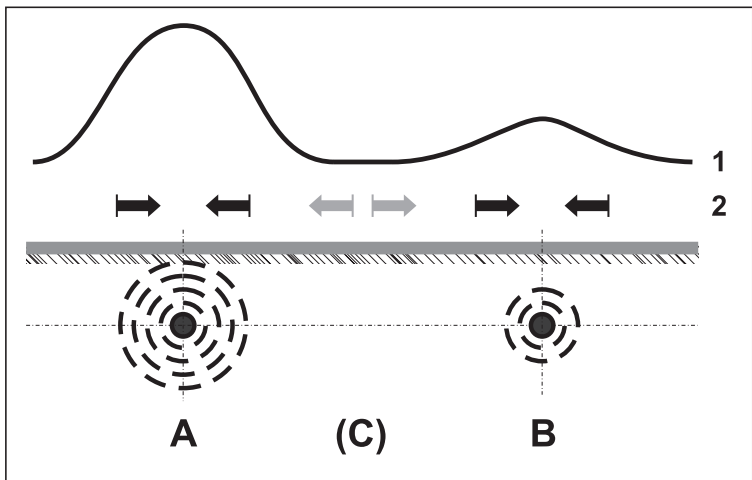

Abb. 28: Ortungssituation bei nebeneinanderliegenden Leitungen
Abb. 28 zeigt eine Ortungssituation, bei der sich dicht neben der zu ortenden Leitung A eine weitere Leitung B befindet. Leitung A wird direkt besendet. Über beiden Leitungen zeigt der Signalverlauf (1) jeweils ein Maximum.